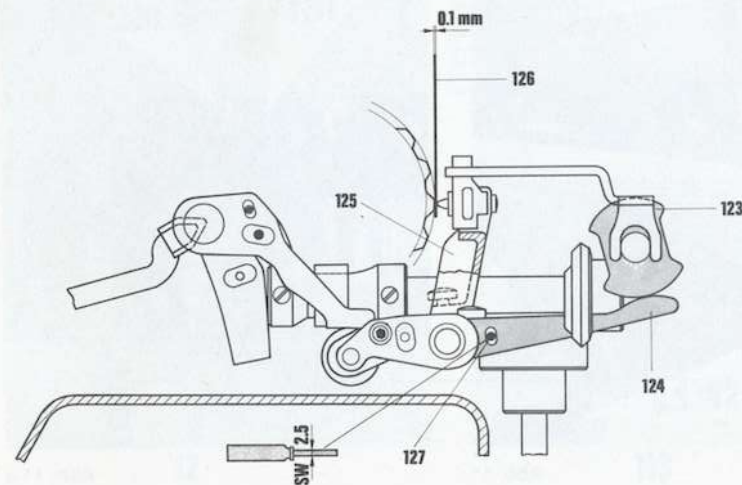

Abb. 10
Wenn sich der Taster (119) auf dem tiefsten Punkt der Zickzackkurve befindet, so muss zwischen Abhebearm (124) und Abhebekurve (123) etwas Spiel vorhanden sein (siehe Abb. 10). Durch leichtes Hin- und Herdrehen des Stichwahlknopfes (14) ist das Spiel gut spürbar. Bei dieser Ueberprüfung ist es zweckmässig, den Kurvensteuerhebel (125) gegen die Zickzackkurve zu drücken.